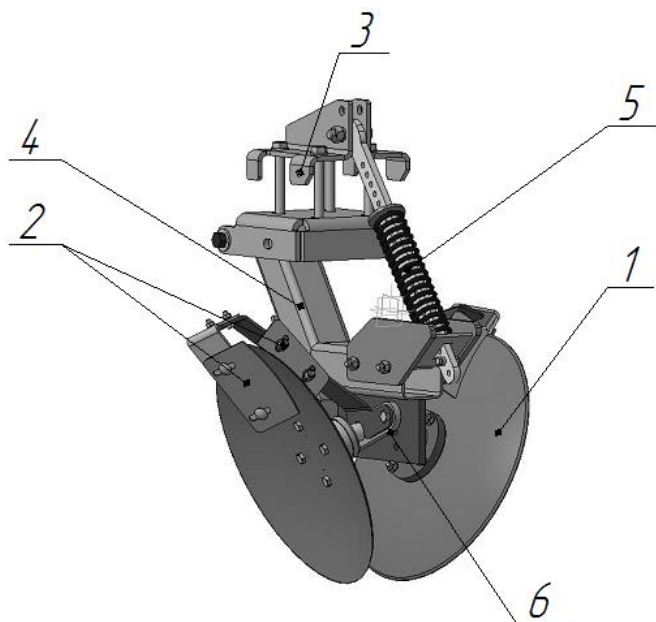

Рис. 3 Дисковый окучник.
4.2. Дисковый окучник (рис.3) предназначен для наращивания почвой гребня. Дисковый окучник состоит из двух дисков 1, которые закреплены на рычаге 4 спарено, с образованием острого угла, направленного вершиной в сторону движения культиватора. На верхнем конце рычага установлен механизм крепления к раме 3. Один конец рычага в зоне опор дисков подпружинен посредством механизма 5. Диски имеют чистики 2 для очистки их от грязи. Для эффективного окучивания на кронштейне диска имеется регулировочный сектор 6, с помощью которого изменяется угол атаки дисков.
- изменение угла атаки окучников-дисков (рис.3) производится путем смещения оси диска относительно сектора и фиксацией болтами идущими в комплекте, регулировку производить в приподнятом состоянии культиватора навеской трактора;